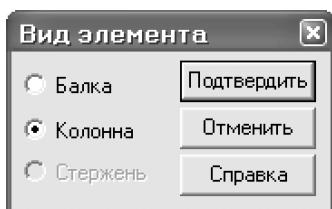

Рис.1.23. Диалоговое окно **Вид элемента**
- Из меню **Редактирование ⇒ Назначить вид элемента** (кнопка  на панели инструментов) вызовите диалоговое окно **Вид элемента** (рис.1.23).